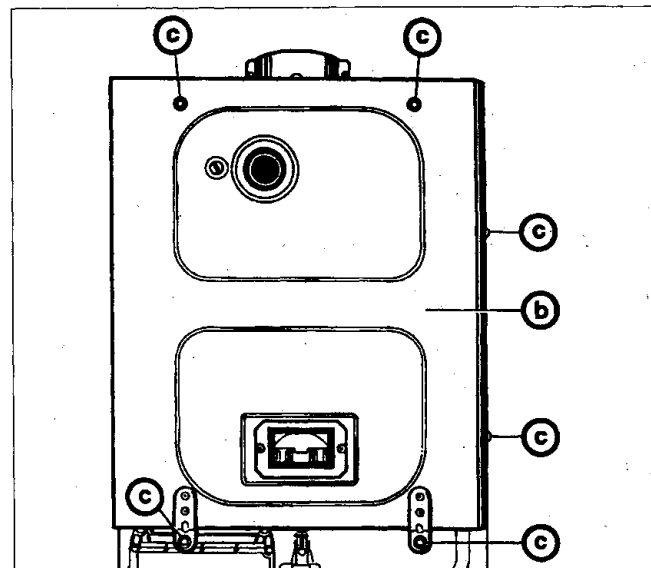

Bild 44
- Schrauben (c) an Deckel (b) entfernen (Bild 44). Deckel (b) abnehmen.